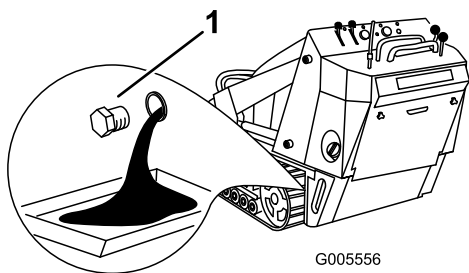

Bild 34
4. Nehmen Sie die Ablassschraube ab (Bild 34).